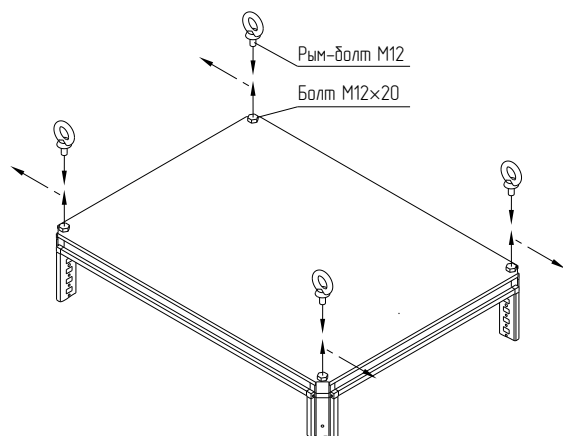

Рисунок 2
4.1.2 Выкрутить болты М12×20 из крыши при помощи гаечного ключа (рисунок 2).